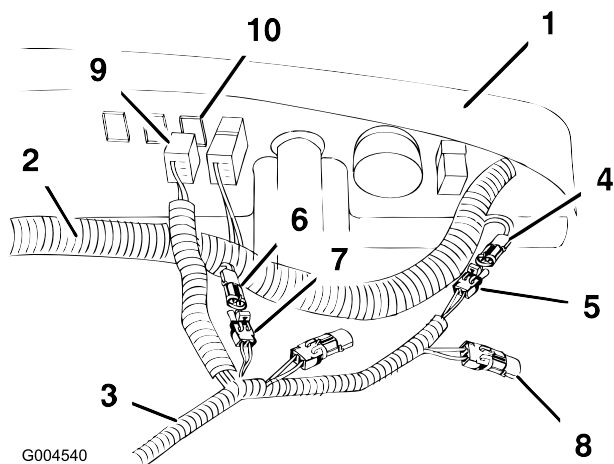

図 8
ネクタに、アクセサリ用ハーネスを 図 8 のように接続する。
- スイッチ用のコネクタを、図 8 のようにダッシュボードのプラグの裏の位置におく。